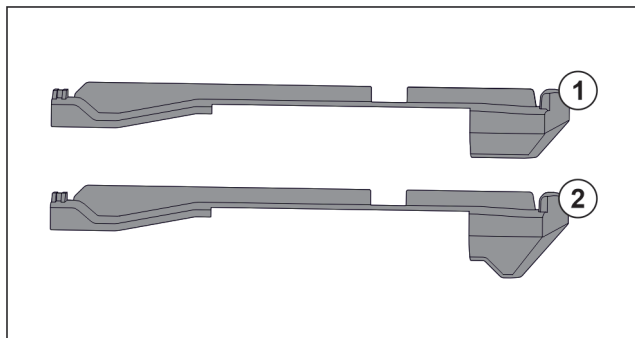

Fig. 128 Primerjava natičnih nastavkov
V napravi sta dva različna natična nastavka. Natični nastavek nad povsem spodnjim predalom Fig. 128 (2) ima trikotni rob. Vsi ostali natični nastavki Fig. 128 (1) imajo raven rob.
- Natični nastavek Fig. 128 (2) s trikotnim robom namestite nad povsem spodnjim predalom.
- Natični nastavek Fig. 128 (1) z ravnim robom namestite na vsa preostala mesta.